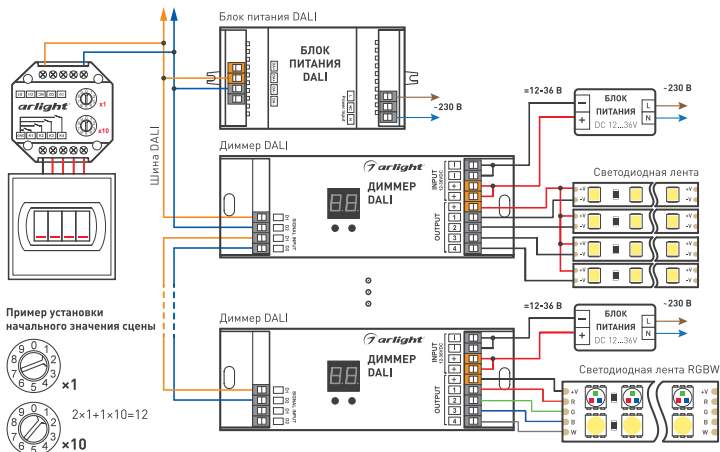

Рисунок 1. Схема подключения конвертера.
- 3.2. Подключите кнопочный выключатель с нормально разомкнутыми контактами к клеммам GND (общий провод всех кнопок) и K1, K2, K3, K4 (см. Рис. 1).
На Рис. 1 показан пример установки числа 12. При такой установке кнопка 1 будет управлять сценой 12, кнопка 2 — 13, кнопка 3 — 14, кнопка 4 — 15. Максимально возможное количество адресов и устройств на одной шине DALI — 64. Максимально возможное количество сцен на одной шине DALI — 16.